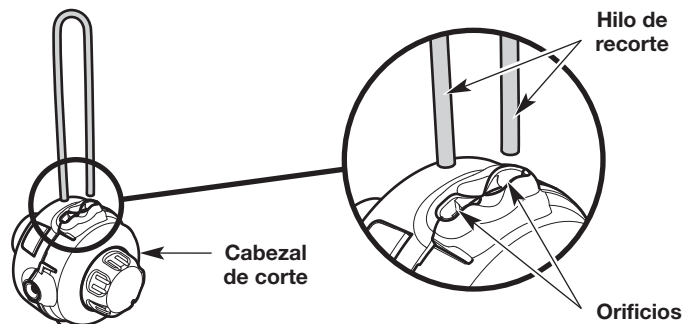
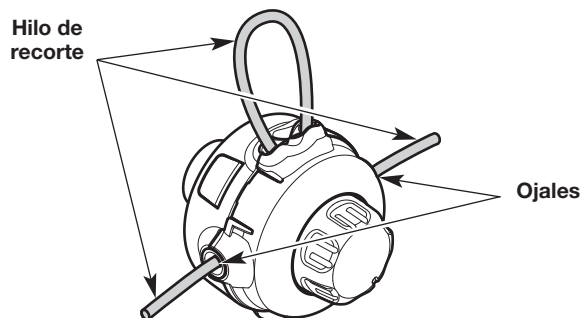

Fig. 23
Fig. 24
3. Inserte los extremos del nuevo hilo de recorte dentro de los orificios del cabezal de corte (Fig. 23). Empuje el hilo a través de los orificios hasta que los dos extremos sobresalgan de los ojales (Fig. 24).